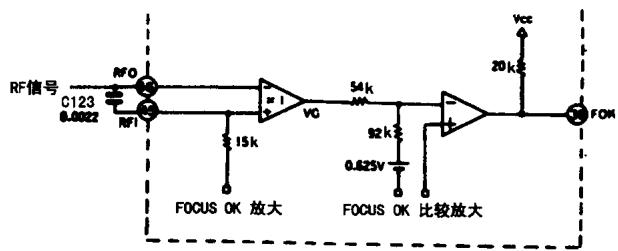
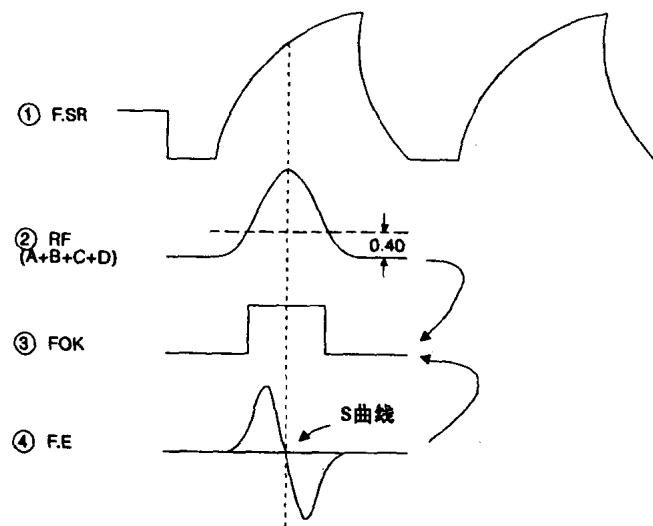

图 1.1.6 聚焦 FOK 信号检测电路
图 1.1.7 聚焦搜索到伺服启动的波形时序图
(4) 聚焦 FOK 信号 一旦达到正确聚焦时, IC102 (CXA1372AS) ⑨脚输出 FOK 信号(聚焦正确时, ⑨脚为高电平 4.8V, 否则为低电平 0V) 加至 IC105 (M38184) ⑪脚及 IC106 (CXD2500BQ) ①脚。一旦 IC106①脚检测到有 FOK 信号, 便会发出指令, 控制转盘马达启动。从聚焦搜寻到伺服电路启动, 可以通过如图 1.1.7 的信号波形动作时序图加以说明。图 1.1.7 的①波形, 表示聚焦搜寻电路动作, 激光管点亮, 透镜上下移动 3 次 (有的为 2 次)。图 1.1.7②表示在透镜的移动过程中, RF 信号被检测。一旦 RF 信号达到上电平均 0.4V 时, 表明聚焦电路可正常动作 (说明激光管工作正常)。FOK 信号便输出如图 1.1.7③所示的波形。此时, 聚焦误差信号也输出如图 1.1.7④所示的 S 曲线的波形。当 FOK 信号和聚焦误差零点(FZC)信号同时被 IC105 检测到时, 转盘马达伺服就会被启动, 转盘马达旋转, RF 信号也被读出。聚焦 FOK 信号检测电路如图 1.1.6 所示。